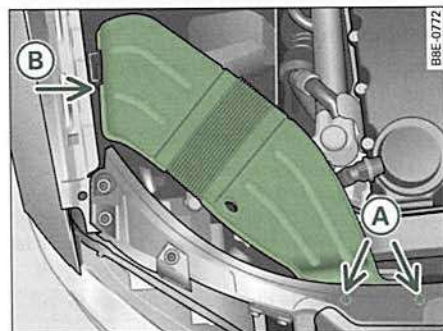

Fig. 246 Conducción de ventilación en el lado derecho del vehículo
- Desenrosque los tornillos (A) ⇒ fig. 246.
- Separe la conducción de ventilación de la guía (B) y extraígalas. ■